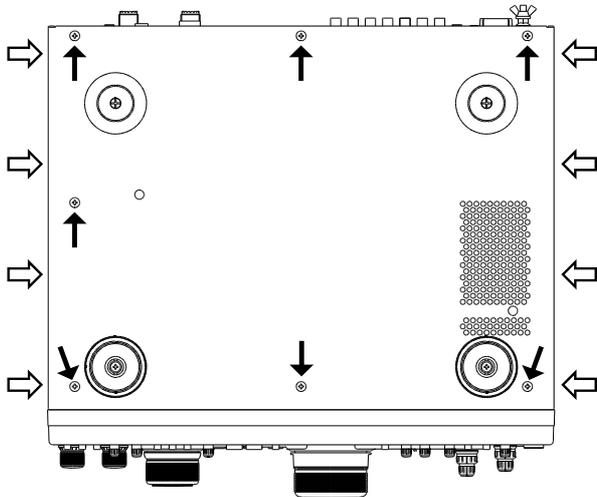

Abbildung 1
- Lösen Sie die vier Schrauben (⇔) auf jeder Seite des Transceivers und die sieben Schrauben (→) am Gehäuseboden (siehe Abbildung 1), und nehmen Sie dann den unteren Teil des Gehäuses ab.